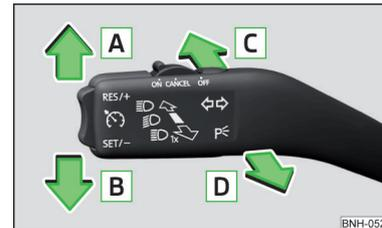

Fig. 40
- \gg Tirar de la palanca del intermitente (\gg fig. 40 de la página 61) hacia el volante, desplazar hacia abajo y mantener en esta posición.
- \gg Tirar de la palanca del intermitente (\gg fig. 40 de la página 61) hacia el volante, desplazar hacia arriba y mantener en esta posición.
Posiciones de la palanca de mando \gg fig. 40